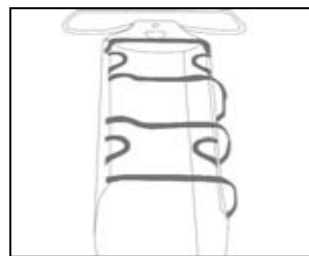

Fig. 6
- Puxe os cintos por baixo da maca e fixe as fivelas (fig. 6).